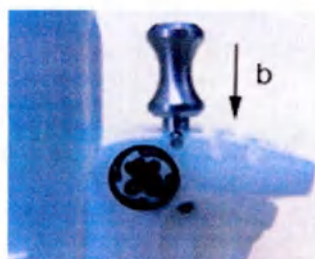

Рис. 5-23. Потяните ручку вверх и нажмите на нее
2. Потяните регулятор (Рис. 5-23 а), чтобы свободно перемещать крепление направляющей. Совместите ручку с выбранным положением крепления направляющей иглы.
Вставьте регулятор (Рис. 5-23 b) в нужное гнездо, чтобы зафиксировать положение угла крепления направляющей.